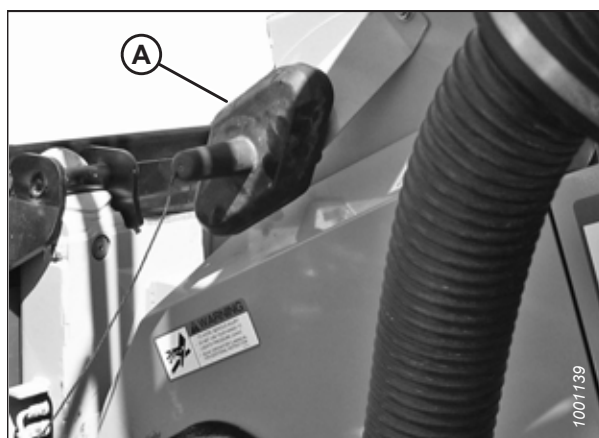

Figure 3.113: Capot du connecteur
9. Dévissez la poignée (A) du coupleur de la moissonneuse-batteuse (B) pour dégager le coupleur de la prise.
10. Nettoyez le coupleur (B) et la prise.
11. Installez le coupleur de la moissonneuse-batteuse (B) sur la prise (C) du module de flottement. Fixez le coupleur en tournant le bouton (A).
12. **Si les commandes en cabine MacDon sont installées :** Retirez le connecteur de kit de commande en cabine C81A (D) de l'emplacement de rangement sur la moissonneuse-batteuse et branchez-le sur la prise C81B (E) située sur le module de flottement. Tournez le collier sur le connecteur pour le verrouiller en place.
13. Placez le couvercle de la prise du module de flottement (A) sur la prise de la moissonneuse-batteuse, comme illustré sur la figure 3.113, page 100.